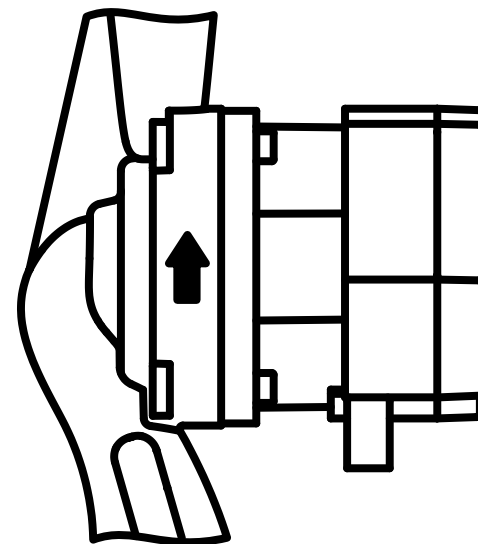

Рис.3 Направление потока циркуляционного насоса.
- При установке насоса необходимо учитывать направление движения воды в системе отопления. Направление движения воды показано стрелкой на чугунном корпусе насоса. (см. Рис.3).